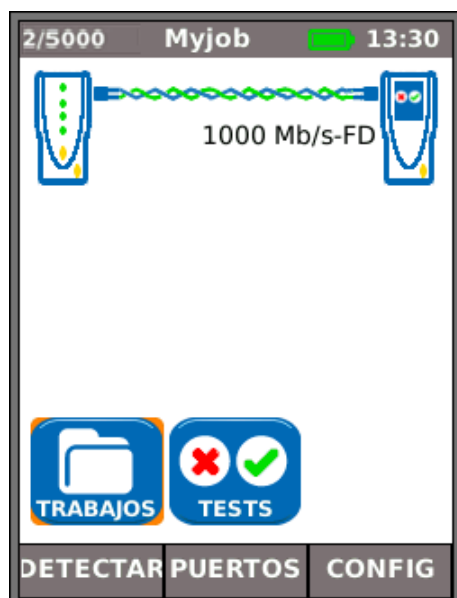

Fig. 8
(1) Cuando la unidad principal y la remota están conectadas directamente mediante un cable de cobre u óptico, presione la tecla de función variable DETECTAR (F1) para mostrar todas las opciones disponibles (Fig. 8). Además de los tests de mapa de hilos (cobre), también puede comprobarse y medirse el rendimiento del cable. Para ver una descripción completa de estas opciones, véase *Descripción del menú Tests: modo Ethernet*, página 24.